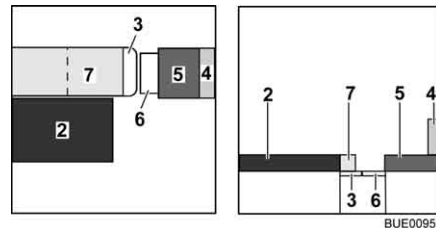

Fig. 109 Pendant la transformation
- Faire ressortir la rallonge du coffre de banquette (Fig. 109,6).
- Relever le coussin supplémentaire (Fig. 109,7) et le placer sur la table.